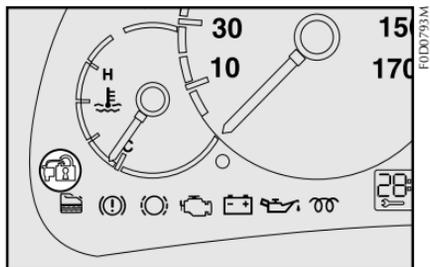

fig. 5
1) si el testigo  fig. 5, ubicado en el tablero de instrumentos, emite un breve parpadeo, indica que el sistema de protección ha reconocido el código de la llave y desactiva el bloqueo del motor. Al girar la llave a la posición **AVV**, el motor se pone en marcha.